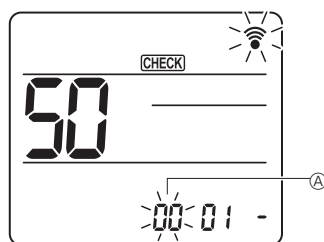

Fig. 6-15
② Встановлення номера
Натисніть кнопку [01] для встановлення номера блока ①. (Fig. 6-15)